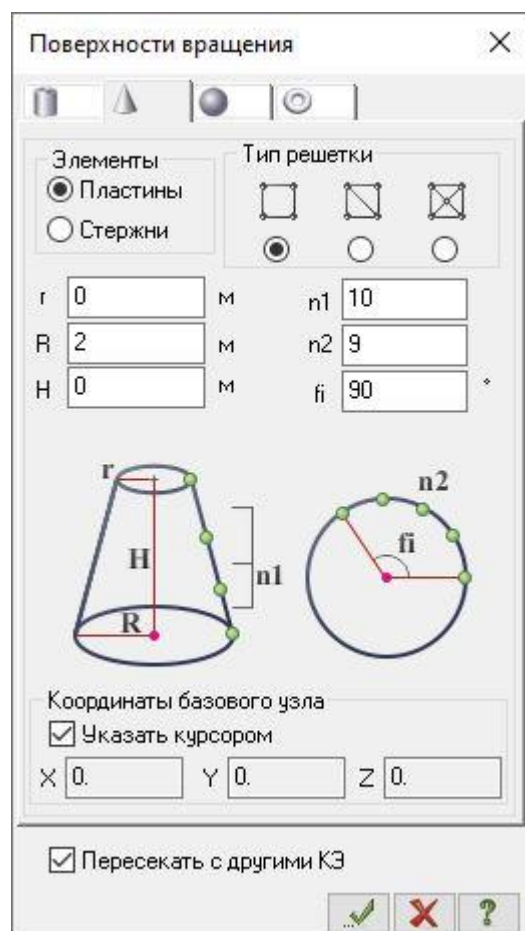

Рис.6.3. Диалоговое окно Поверхности вращения
- В диалоговом окне **Поверхности вращения** щелкните по второй закладке генерации конуса и задайте следующие параметры (рис.6.3):